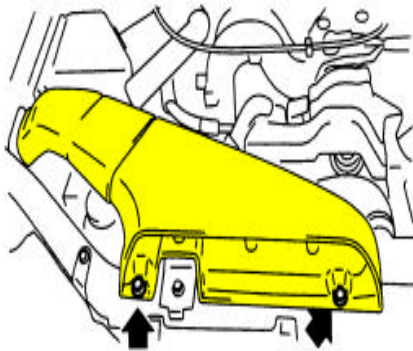
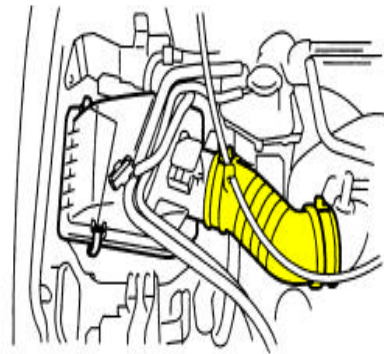
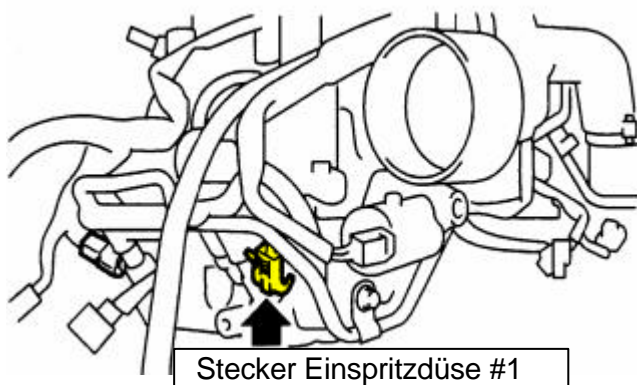
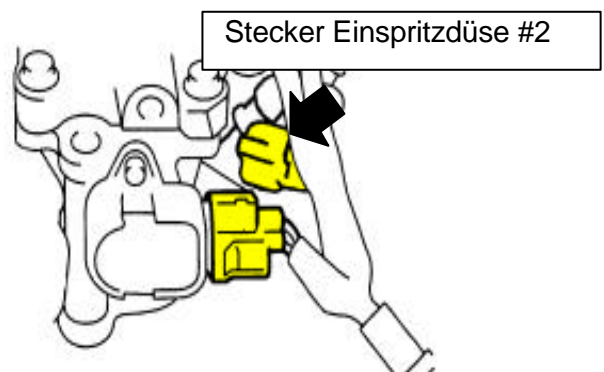

Fig. 1: Ansaugluftkanal
Fig. 2: Ansaugluftschlauch
Fig. 3: Bereich Einspritzdüse #1 rechte Seite
Fig. 4: Bereich Einspritzdüse linke Seite
Demontage des Ansaugluftkanals (Fig. 1) und des Ansaugluft-Druckschlauches (Fig. 2).
**Rechte Seite in Fahrtrichtung:** Stecker von Einspritzdüse #1 trennen (Fig. 3)
**Linke Seite in Fahrtrichtung:** Stecker von Einspritzdüse #2 trennen (Fig. 4)
- (1) Rechte Seite (in Fahrtrichtung)
- Stecker der Einspritzdüse #1 wieder befestigen (Fig. 3)
- (2) Linke Seite (in Fahrtrichtung)
- Stecker von Einspritzdüse #2 wieder befestigen (Fig. 4)
- (3) Montage
- des Ansaugluft-Druckschlauches (Fig. 2) (Drehmoment 2.5 Nm)
- und des Ansaugluftkanals (Fig. 1) (Drehmoment 7.5 Nm)